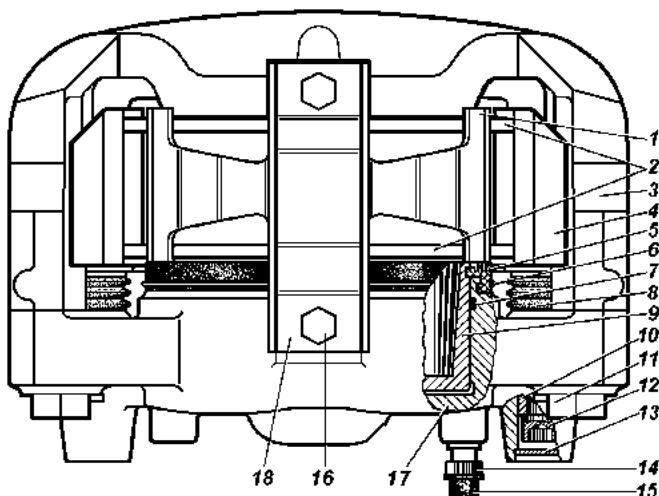

Рис. 9.28. Передние дисковые тормоза:
**Дисковые тормоза передних колес.** Для оценки износа тормозных колодок 2 (рис. 9.28) можно использовать зеркало. Допускается для оценки износа колодок снять колесо. Для этого необходимо установить автомобиль на горизонтальной площадке и затормозить его стояночным тормозом. Осмотр колодок проводите через окно в суппорте 4. Если фрикционные накладки износились до толщины 1,5-2,0 мм, то замените колодки новыми. Замену производите на обоих передних колесах.